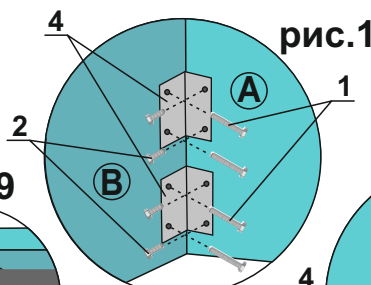

рис.1
1. Крепление двух изголовий (см. рис.1, 9)